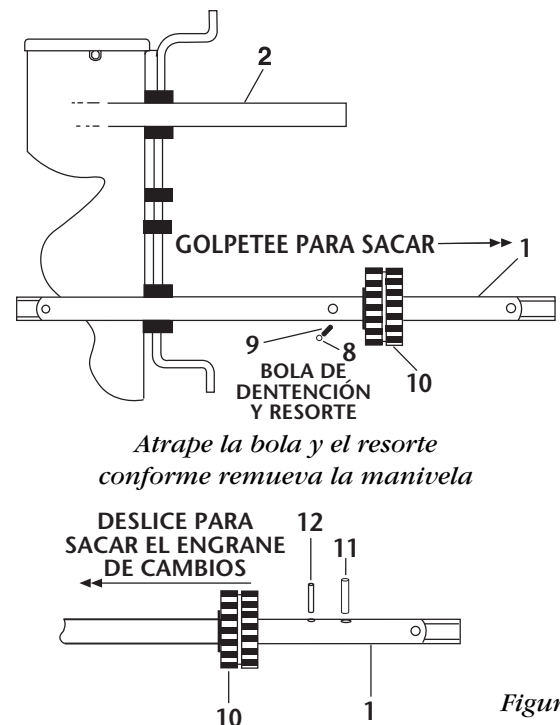

Figura 4
(De lo contrario, la bola y el resorte se perderán en la grasa, consulte los Ítems 8 and 9, Figura 4). Después remueva los 6 tornillos de la cubierta de la caja de engranes (Ítem 4) y la cubierta de la caja de engranes (Ítem 3).
6. Remueva la manivela (Ítem 1) golpeándola para sacarla de la parte trasera de la plancha de montaje (consulte la Figura 4). Es necesario estar preparado para atrapar la bola (Ítem 8) y el resorte (Ítem 9) conforme se remueven de la manivela.